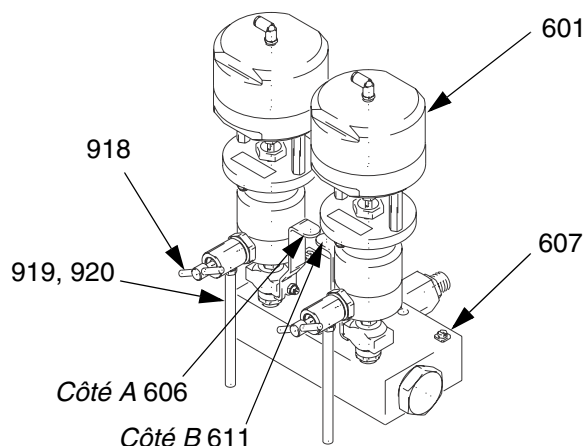

FIG. 7
Monter les vannes d'échantillonnage (918) sur les vannes de dosage (601). Monter un raccord cannelé (919) et un tuyau souple (920) sur chaque vanne d'échantillonnage FIG. 7.
1. Démonter les vannes de dosage (601) et les vannes d'arrêt (606, 611) situées sur le collecteur de produit (607). FIG. 7.